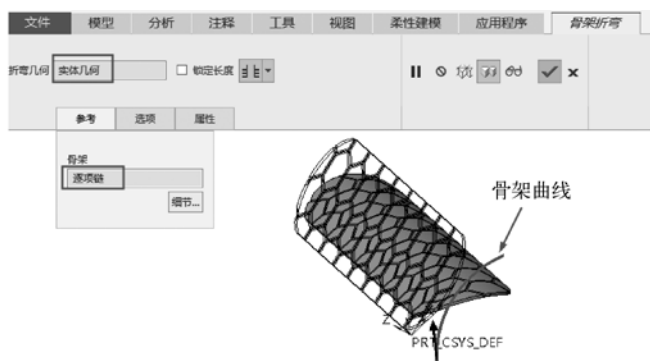

图 5-171 创建骨架折弯特征
- 单击“骨架折弯”按钮 ，选择实体和骨架曲线，如图 5-171 所示。单击“应用”按钮，创建骨架折弯特征。